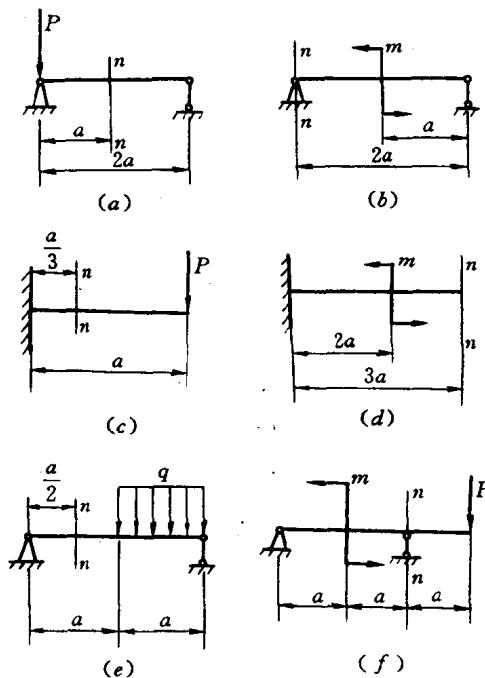

图 1-20
26. 用截面法求图 1-20 中各梁在  $n-n$  截面上作用的弯矩和支